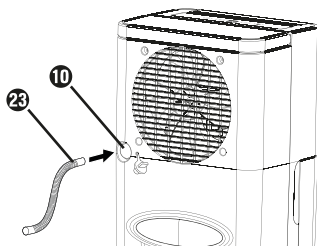

Fig. 4
- ◆ Retirez le bouchon (9) de l'orifice de sortie d'eau (10).
- ◆ Enflez soit le flexible (23) fourni soit l'adaptateur pour tuyau d'arrosage UE (24) sur l'orifice de sortie d'eau (10) (voir les figures 4 et 5).